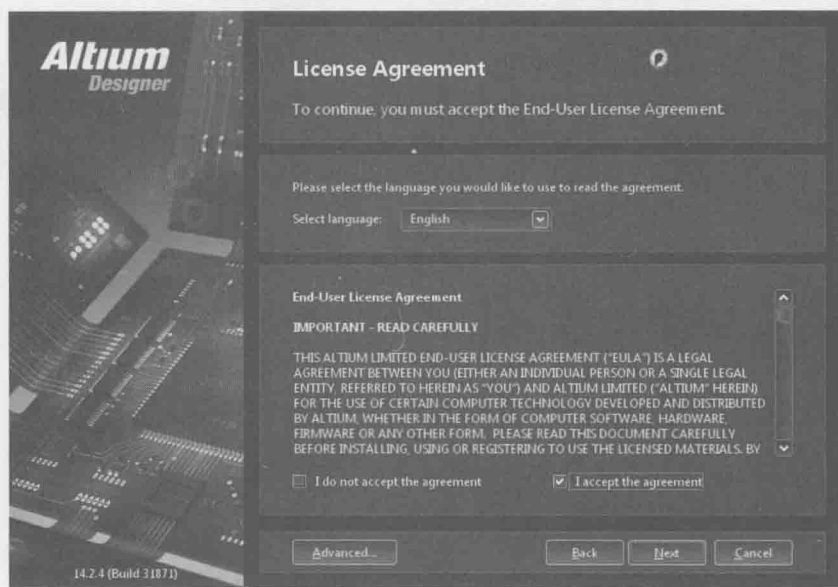

图 1-2 安装协议对话框
2. 单击“Next (下一步)”按钮,弹出 Altium Designer 14 的安装协议对话框。无需选择语言,选择同意安装“I accept the agreement”选项,如图 1-2 所示。